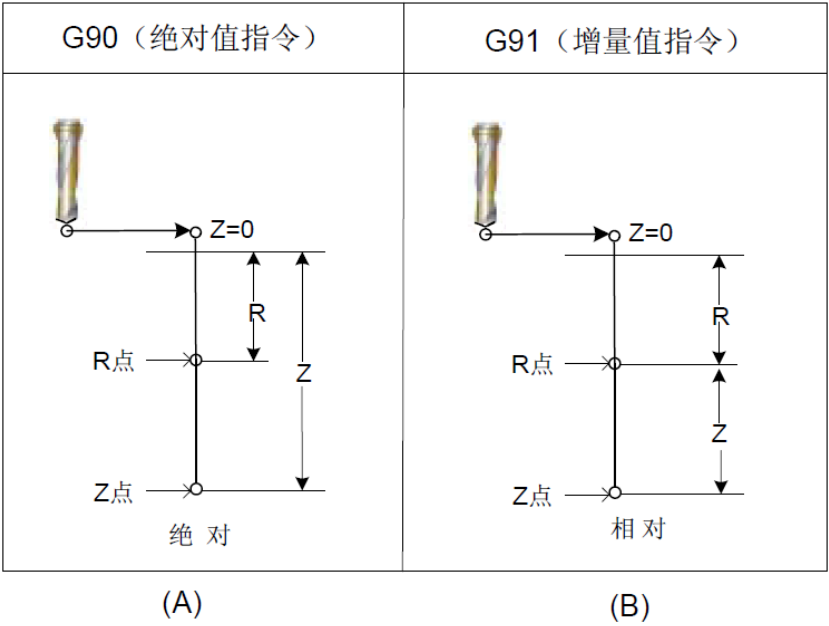

图3-4-2
R_	用增量值指定图3-4-2 (B) 的从初始点平面到R点距离，或者用绝对值指定R点的坐标值。进给速度在动作2和动作6中全都是快速进给。
沿着钻孔轴的移动距离对G90 和G91 变化如图3-4-2 所示。（一般用G90 编程，如用G91 编程，则Z和R 均按负值处理）